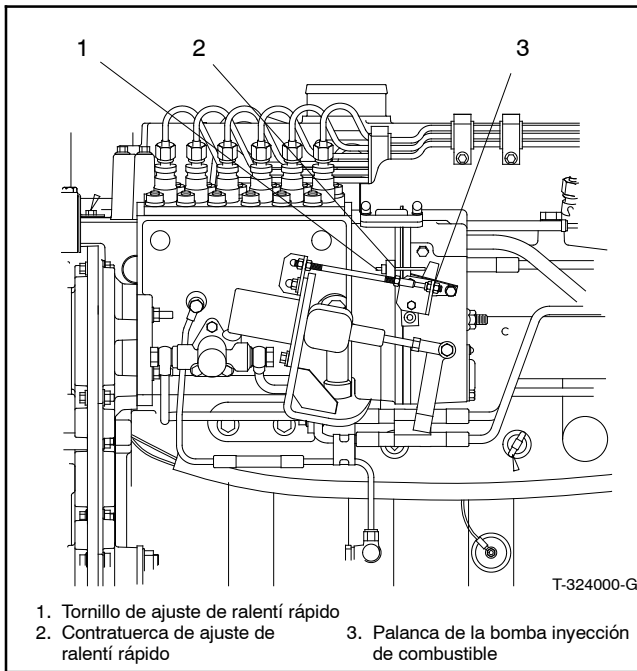

Figura 10-9 Ajustes del regulador, típico
2. Compruebe que palanca de la bomba inyectora se mantiene en posición de ralentí rápido. Consulte la Figura 10-9.